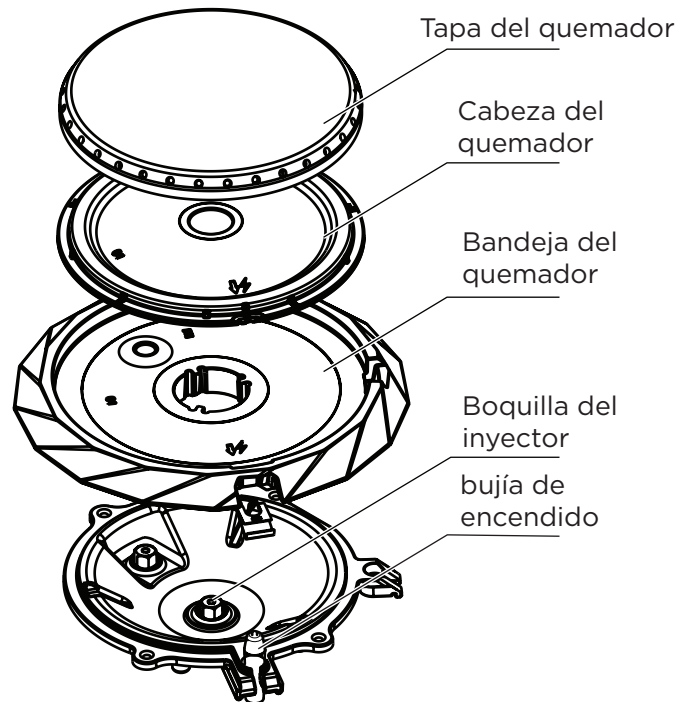

Figura 19: Componentes extraíbles del quemador
1. Retire la tapa, el cabezal y la bandeja del quemador (consulte la Figura 19). Limpie la tapa, el cabezal y la bandeja con jabón y agua caliente, y séquelos bien.